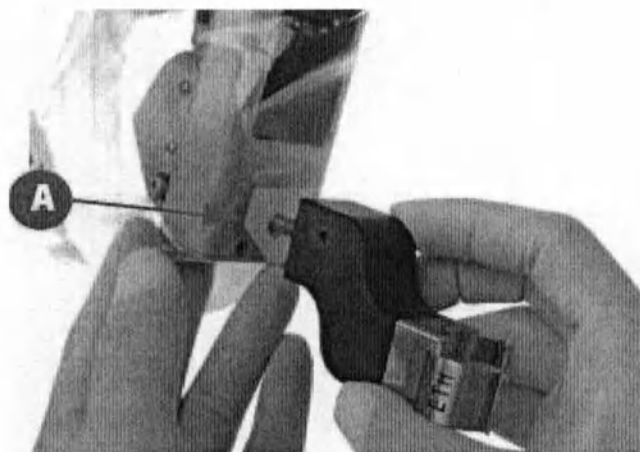

Рисунок 5.15. Монтаж держателя канюли эндоскопа.
6. Установите держатель канюли эндоскопа, совмещая штырьки держателя канюли эндоскопа с отверстиями в усиленной части покрытия (рисунок 5.15, А), удостоверьтесь, что не захвачены складки позади держателя. Держатель канюли эндоскопа защелкнется, когда он фиксируется к манипулятору камеры.